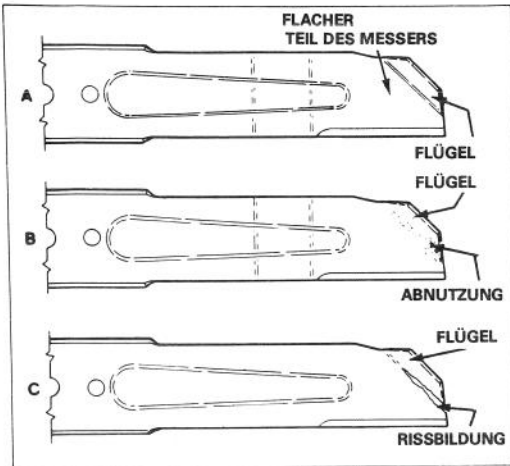

Bild 16
4. **UNTERSUCHEN DES MESSERS** — Schneidflächen des Messers sorgfältig auf Schärfe und Abnutzung überprüfen, insbesondere dort, wo der flache Teil in den gewölbten übergeht (Bild 16). Da Sand und grobe Partikel das Metall zwischen dem flachen und dem gewölbten Messerteil abnutzen können, sollte das Messer vor jedem Mäheinsatz geprüft werden. Zeigt sich Rißbildung oder Verschleiß (Bild 16B & C), Messer ersetzen. Siehe Verfahrensschritt 5.